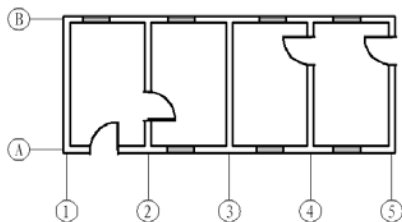
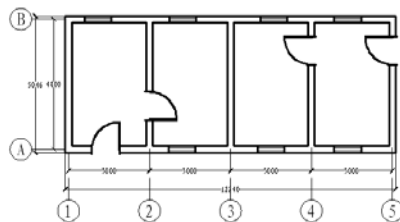

图 17.9.9 完成门窗设置的平面图
图 17.9.10 标注尺寸的建筑图
(3) 插入“门”“窗”图块。
① 用 **插入(I)** → **块(B)...** 命令将各个门、窗插入到合适的位置。
② 用 EXPLODE 命令打散所有图块，选择下拉菜单 **修改(M)** → **修剪(T)** 命令，将所有多余的墙线和网轴线修剪掉，修剪后的结果如图 17.9.9 所示。
(1) 将图层切换至“尺寸和文本”。
(2) 用 **标注(A)** → **线性(L)** 命令完成图 17.9.10 所示的线性标注。